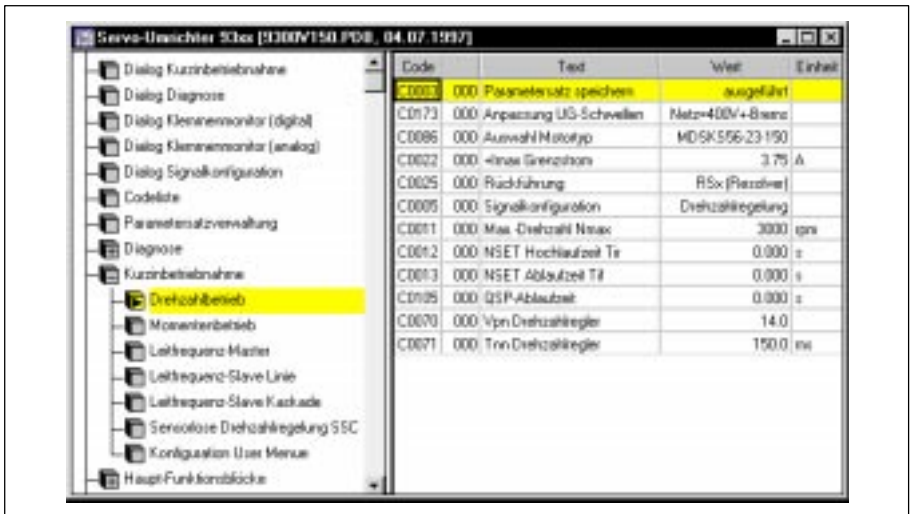

Abb. 7 Fenster "Parameterfenster"
- Die rechte Seite dient für Ausgaben zum im Parametermenü aktiviertem Menüpunkt, in Abb. 7 z. B. eine Tabelle mit den relevanten Codestellen für den Drehzahlbetrieb.